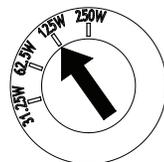

Figure 34
6. Utilisez un tournevis plat pour mettre la sortie du transformateur sur le niveau de puissance souhaité comme représenté dans la figure 34.